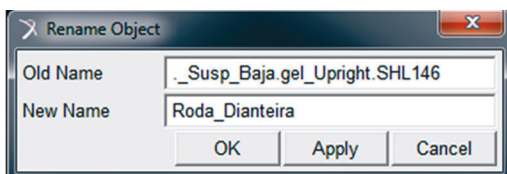

Figura 6.20 – Renomeando a geometria importada.
- Uma caixa de diálogo será aberta. Preencha o campo *New Name* com o novo nome da mesma (Figura 6.20).